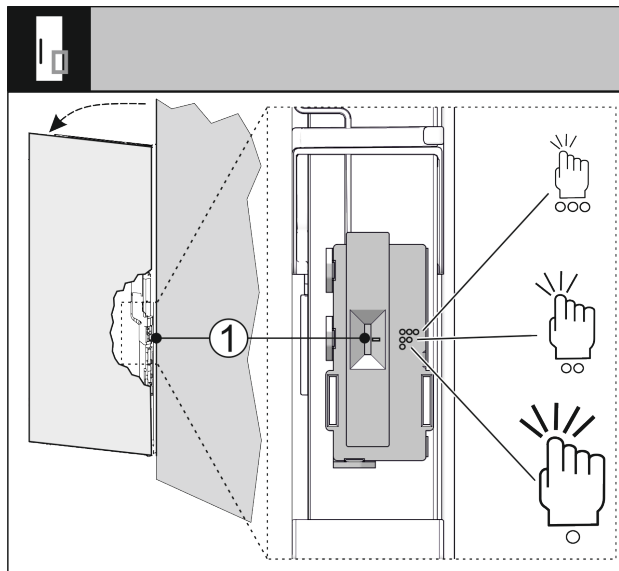

Fig. 71
Knackningssensorns känslighet kan ställas in via en brytare Fig. 71 (1). Brytaren sitter på gångjärnssidan på dörrens nedre tredjedel.
► Skjut brytaren Fig. 71 (1) till önskat brytarläge.